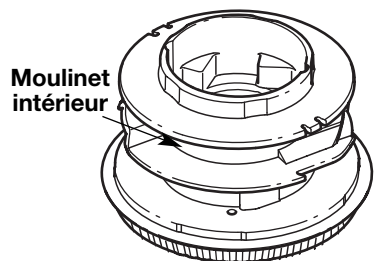

Fig. 26
4. Saque toda la línea que haya en el carrete interior antes de limpiarlo. Saque todos los residuos o pasto de la perilla, resorte, carrete interno y sello de espuma. Lave el carrete interior con agua jabonosa tibia (Fig. 26).